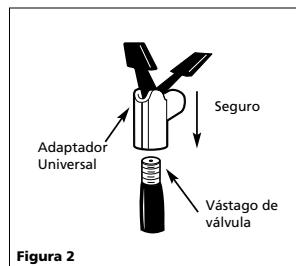

Figura 2
3. Inflé el objeto asegurando el adaptador al vástago de la válvula. Asegúrese de presionar el adaptador universal completamente hacia abajo sobre la rosca del vástago de la válvula. Cuando el adaptador universal esté firmemente colocado en su sitio, presione la palanca de seguro hacia abajo para sujetarlo en el vástago de la válvula (ver Figura 2).